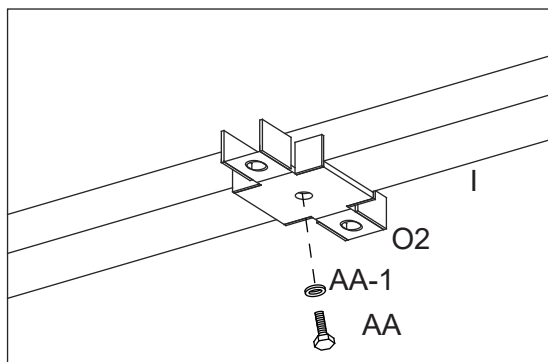

Figure 15-1
15.1. Fixez le connecteur (O2) au support central vertical du toit principal (I) à l'aide des boulons (AA) et de la rondelle (AA-1). Voir la figure 15.1.